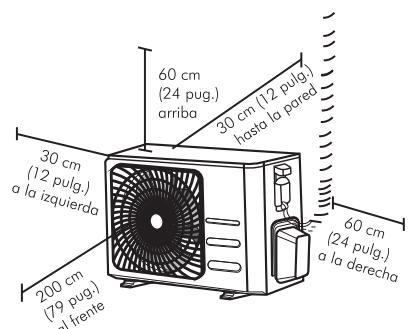

Fig. 6.1
- Cumple con todos los requerimientos de espacio marcados en la fig. 6.1